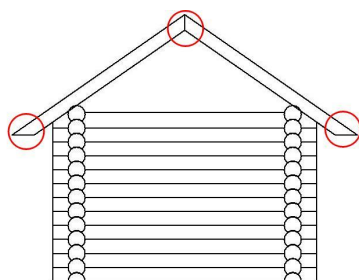

Рис. 1
**Обрезка по Скату** – длина стропила определяется геометрией ската, а концы подрезаются в соответствии с правилами построения **боковых граней ската**. Например, если на коньке боковая грань ската по правилу должна строиться вертикально, а нижняя боковая грань – горизонтально, то в режиме **Обрезка по Скату** стропила подрезаются так, как показано на **рис. 1**. Если верхняя и нижняя грани ската по правилу должны строиться по нормали к плоскости ската, то стропила подрезаются так, как показано на **рис. 2**.